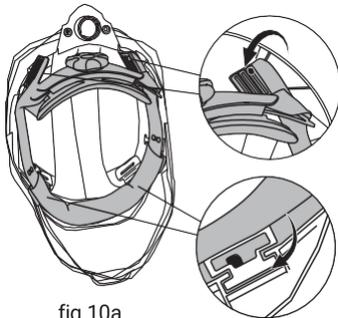

fig.10a
- Retirez le harnais de tête de la visière (voir fig. 10a / 10b).